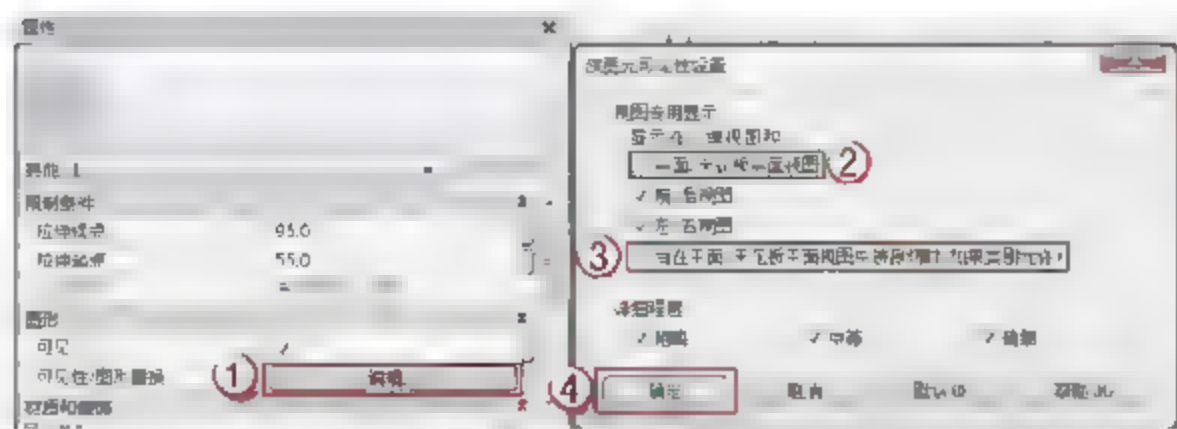

图 6.2.22 修改 FM1534 乙上部窗户玻璃的可见性
(20) 修改FM1534乙上部窗窗框的可见性。在FM1534乙上部窗窗框的“属性”面板中,单击“图形”栏“可见性/图形替换”后的“编辑”按钮,弹出“族图元可见性设置”对话框,取消“平面/天花板平面视图”和“当在平面/天花板平面视图图中被剖切时(如果类别允许)”复选框的选择,单击“确定”按钮,如图6.2.22所示。
(21) 添加FM1534乙上部窗窗框材质。选择FM1534乙上部窗窗框,在FM1534乙上部窗窗框的“属性”面板中,单击“材质和装饰”栏“材质”右侧的空白按钮,弹出“关联族参数”对话框,单击“添加参数(D)”按钮,弹出“参数属性”对话框。选中“共享